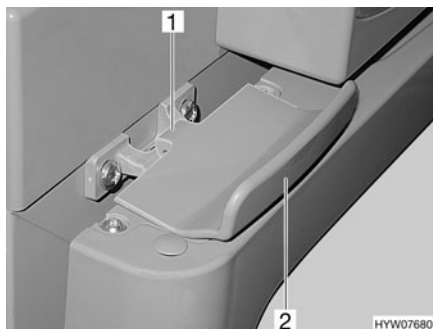

Fig. 205 Dispositif de verrouillage de la porte du réfrigérateur, fermé (Thetford)
- Ouvrir la porte du réfrigérateur sur la poignée (Fig. 205,2). Le verrouillage (Fig. 205,1) sera débloqué automatiquement.